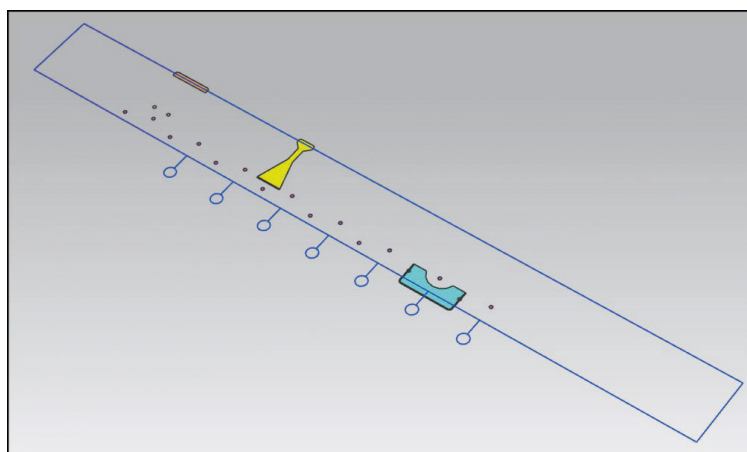

Рис. 6.12. Электронные модели полосы и отходов
5. Установите курсор мыши на узел *Strip Layout Definition* и вызовите контекстное меню функционала **Компоновка полосы**. Запустите команду **Создать**. Скройте под сборки *prj\_nest\_012* и *prj\_part\_001*, используя **Навигатор сборки** (рис. 6.12).